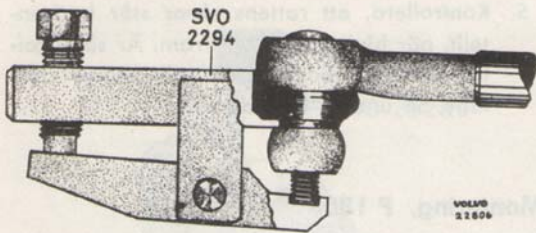
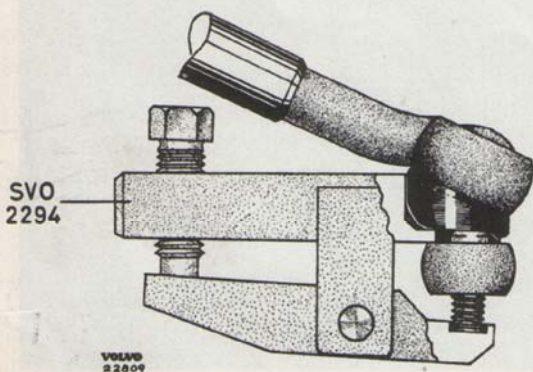

Bild 40. Demontering av kulle.
Bild 41. Demontering av styrstag.
Styrstagens kulleder är tillverkade i ett med styrstagen varför styrstaget bytes komplett. Vid demonteringen togs först saxpinnar och kronmuttrar bort. Därefter placeras verktyg SVO 2294 på kulleden enligt bild 40. Tryck in verktyget ordentligt och se till att gängan på kulleden kommer in i försänkningen på verktyget. Skruva in skruven tills kulleden lossnar. Skall styrstag demonteras med kvarsittande hjul lossas först kulleden vid pitmanarm resp. mellanarm enligt ovan. Därvid vrids styrstaget framåt uppåt och verktyget placeras på kulleden enligt bild 41.
Parallellstagets kulleder kan bytas var för sig. Vid byte lossas först kulleden från pitmanarm resp. mellanarm enligt ovan (bild 40). Därefter lossas låsmuttern resp. klämskruven och kulleden skruvas ur. Den nya kulleden skruvas från början
- Skruva tillbaka skruven på avdragare SVO 2294 och placera verktyget på parallellstagens kulle vid mellanarmen enligt bild 40. Tryck in verktyget ordentligt och se till att gängan på kullen kommer in i försänkningen på verktyget. Skruva in skruven tills kullen lossnar från mellanarmen.